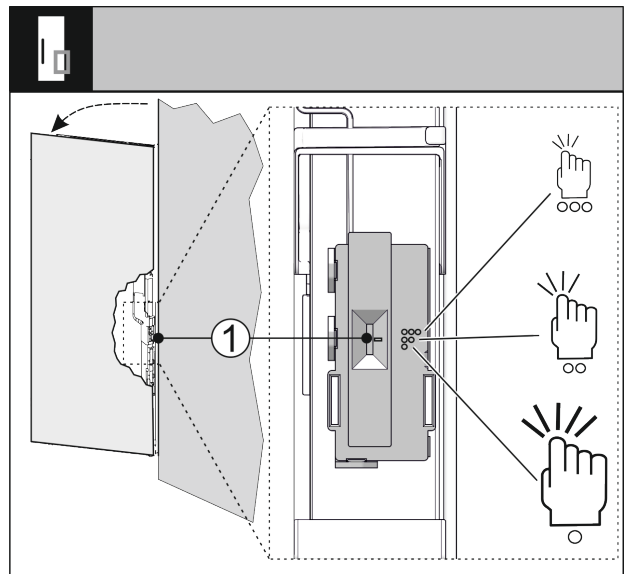

Fig. 71
Sie können die Empfindlichkeit des Klopfensors über einen Schalter Fig. 71 (1) einstellen. Der Schalter ist scharnierseitig am unteren Drittel der Tür.
- ▶ Schalter Fig. 71 (1) auf gewünschte Schalterstellung schieben.